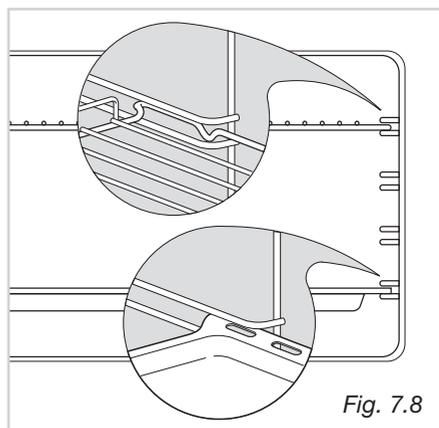

Fig. 7.8
- Infilare in mezzo alle guide dei telai laterali la leccarda e la griglia come in fig. 7.8.